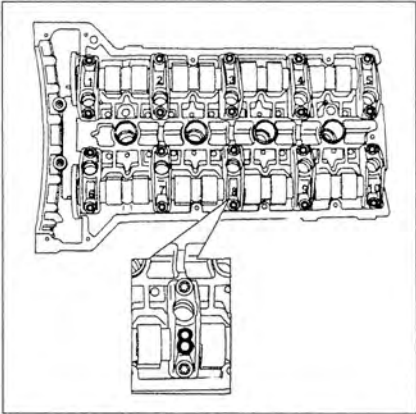

Рис. 2.48. Проследите за правильностью установки крышек подшипников распределительных валов.
17. Проследите за правильностью установки крышек подшипников распределительных валов (рис. 2.48).